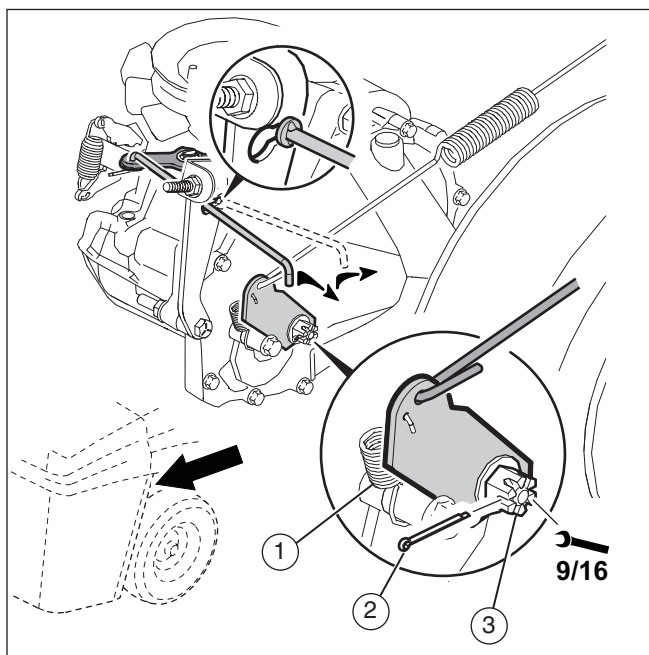

Rysunek 22
2. Usuń zawleczkę (1) oraz podkładkę (2) z nakrętki regulującej (3) (zobacz **Rysunek 22**).